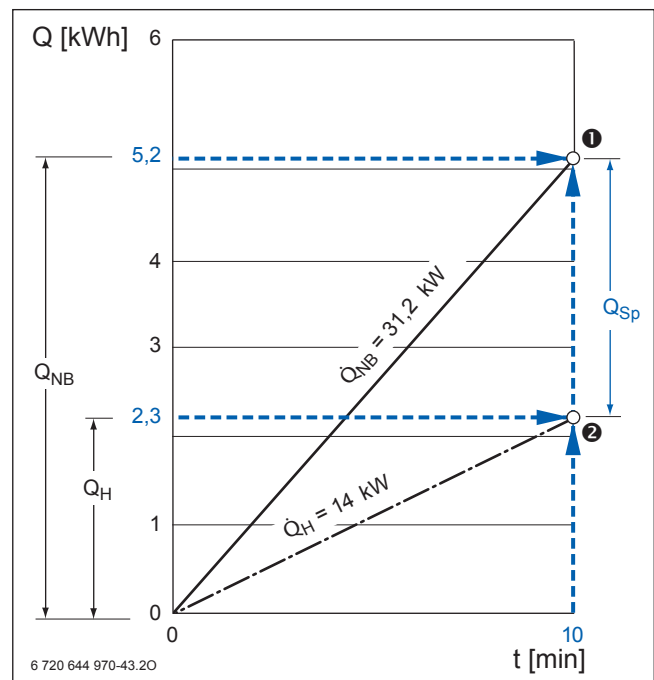

Bild 56 Badewannenfüllung per Dauerleistung und Speicherkapazität
Bild 56 ist bereits eine Anwendung des Wärmeschaubildes. Ausgehend von der Wärmekapazität  $Q_{NB}$  der Wannenfüllung und den 10 Minuten Fülldauer ergibt sich ein Bedarfspunkt ❶ für die Badewanne. Die Steigung der Bedarfslinie zwischen Null und Punkt ❶ entspricht nach der umgestellten Grundformel 73 (→ Seite 184) der benötigten Aufheizleistung:
Mit der Leistung des Heizkessels  $\dot{Q}_H = 14 \text{ kW}$  und einer Wannen-Füllzeit von 10 Minuten wurde die Wärmekapazität  $Q_H = 2,3 \text{ kWh}$  als Dauerleistung übertragen (→ Bild 56, Seite 84). Dem entspricht nach der umgestellten Grundformel 75 (→ Seite 184) bei  $40^\circ\text{C}$  die Warmwassermenge: